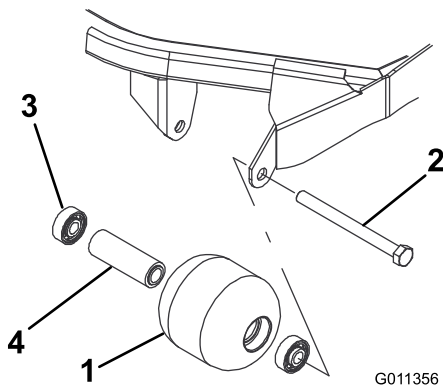

Рисунок 68
1. Снимите болт крепления валика (Рисунок 68).
4. Осмотрите корпус, подшипники и втулку подшипника валика на наличие повреждений (Рисунок 68).
1. Запрессуйте передний подшипник в корпус валика (Рисунок 68). Прикладывайте усилие только к наружному кольцу или одинаковое усилие к внутреннему и наружному кольцам.
2. Вставьте втулку подшипника (Рисунок 68).
3. Запрессуйте второй подшипник в корпус валика (Рисунок 68), нажимая с одинаковым усилием на